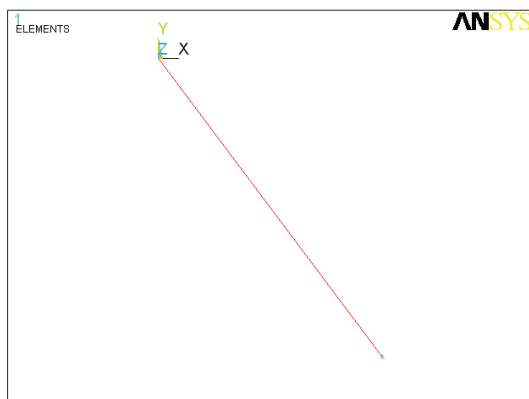

图 4-68 有限元模型结果显示
6) 选择 Utility Menu | Plot | Elements 命令, ANSYS 显示窗口将显示所生成的有限元模型, 如图 4-68 所示。